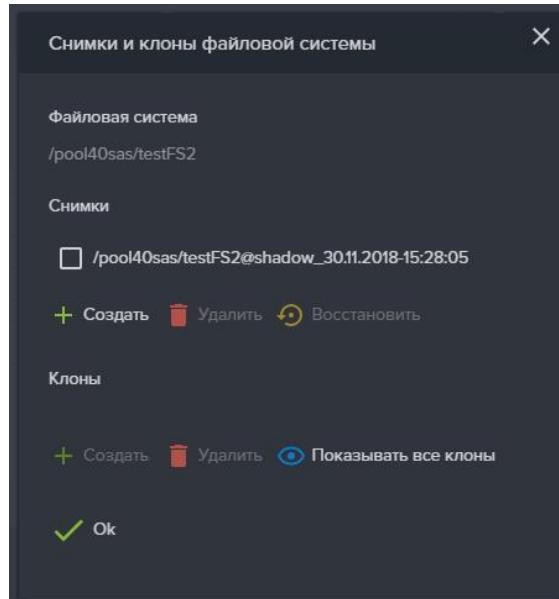

Рисунок 71. Редактирование SMB папки
3. Нажмите на кнопку «Снимки и клоны», откроется окно «Снимки и клоны файловой системы» (см. Рисунок 71);